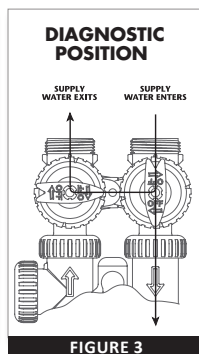

FIGURE 3
3. Position de diagnostic: La poignée d'entrée pointe vers la vanne de contrôle et la poignée de sortie vers le centre de la vanne by-pass. L'eau de distribution non traitée peut circuler dans le système et vers le bâtiment sans toutefois quitter le système (Fig. 3). Ceci permet au technicien de maintenance de tester l'unité et d'effectuer d'autres fonctions sans interrompre l'alimentation en eau du bâtiment.